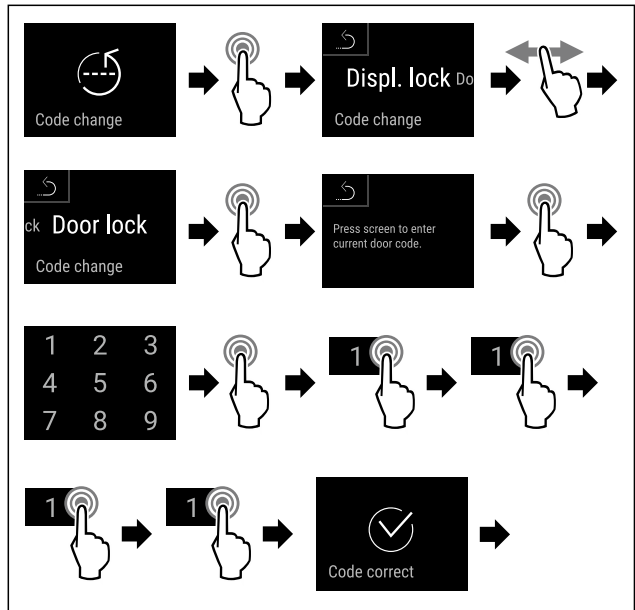

Fig. 81
- ▶ Провести етапи операцій (див. Fig. 81).